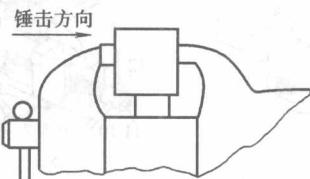

图 1-8 锤击力方向
- 4) 用锤子进行强力作业时，锤击力应朝向固定前身。如图 1-8 所示。